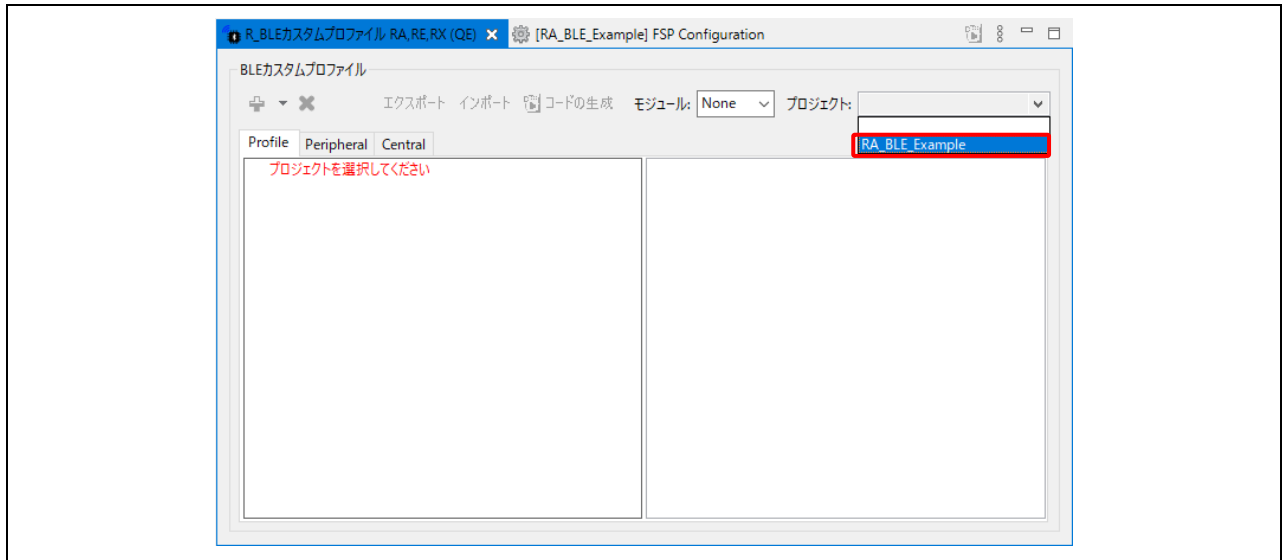

図 10 プロジェクトの選択
- (5) 図 10 に示すように、[R_BLE カスタムプロファイル RA,RE,RX (QE)] ビューで、BLE カスタムプロファイルを構成するプロジェクト（RA_BLE_Example）をプルダウンリストから選択します。